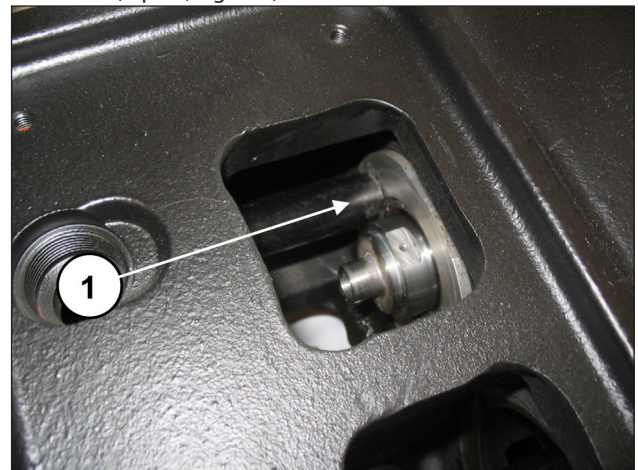
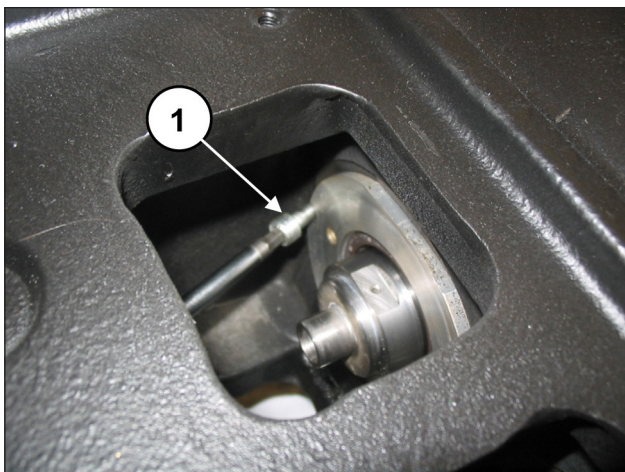

Fig. 132
Fig. 133
S'assurer que le couvercle entre à fond dans le logement (rep. ①, Fig. 132) en ayant soin de ne pas endommager la lèvre du joint d'huile. Visser le couvercle du joint d'huile à l'aide de 2 vis M6x14 (rep. ①, Fig. 133).